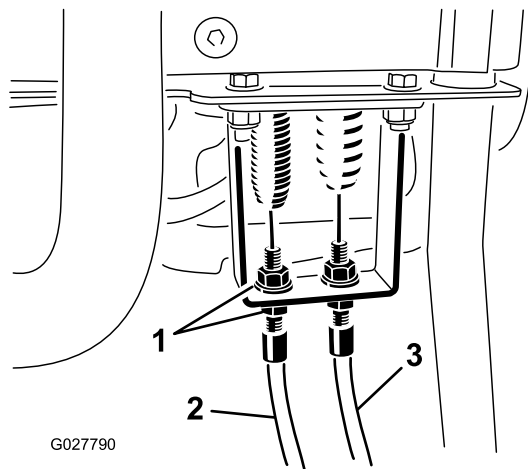

Figura 50
3. Sulla paratia della stegola di comando allentate il cavo di comando del cilindro in modo da creare un imbando (Figura 50).